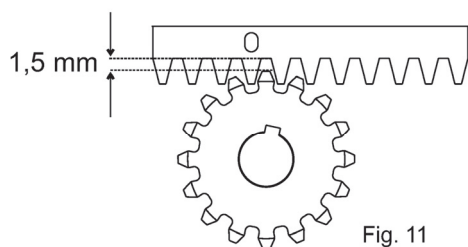

Fig. 11
5.6. 齿条与齿轮预留1.5 mm间隙，以免齿轮承受门的重量（图11）。